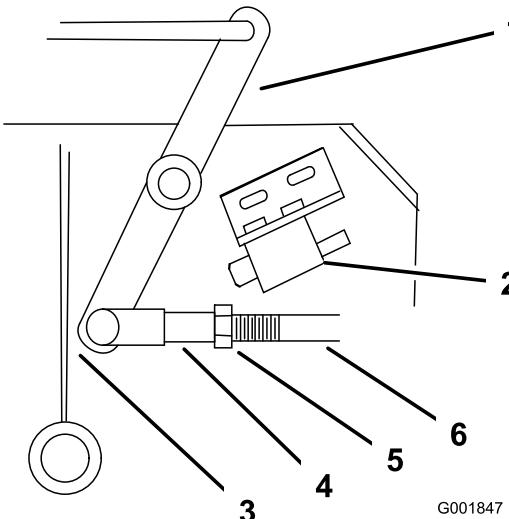

Figure 49
4. Ajustez la longueur de la timonerie de sorte que l'extrémité la plus basse du levier coudé passe juste le renfort de support de l'essieu (Figure 49).
9. Desserrez l'écrou contre la chape (Figure 49).